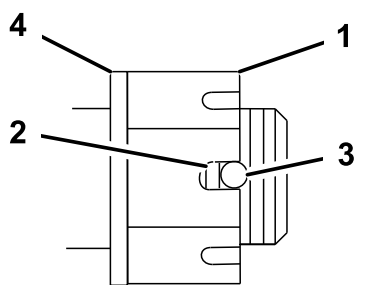

Figure 48
4. Serrez l'écrou crénelé à 170 Nm (Figure 48).
5. Mesurez l'espace entre la base de la fente de l'écrou et le bord intérieur du trou. On ne doit pas voir plus de deux filets (Figure 48).
7. Serrez l'écrou crénelé à 170 Nm (Figure 48).
8. Serrez l'écrou jusqu'à ce que la série de fentes suivante soit en face du trou de l'axe (Figure 48).